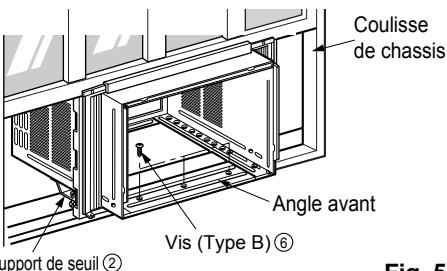

Fig. 5
- 6 Installez le boîtier avec une inclinaison d'environ 1/2" (12.7 mm) vers l'extérieur (Voyez la fig. 5). Réglez l'écrou et le boulon des supports de seuil ② de manière à équilibrer le boîtier.
- 7 Fixez le boîtier au rebord de fenêtre à l'aide de vis de type B ⑥ (16 mm [5/8"] de long) passant à travers de l'angle avant du boîtier et se logeant dans le rebord de fenêtre.